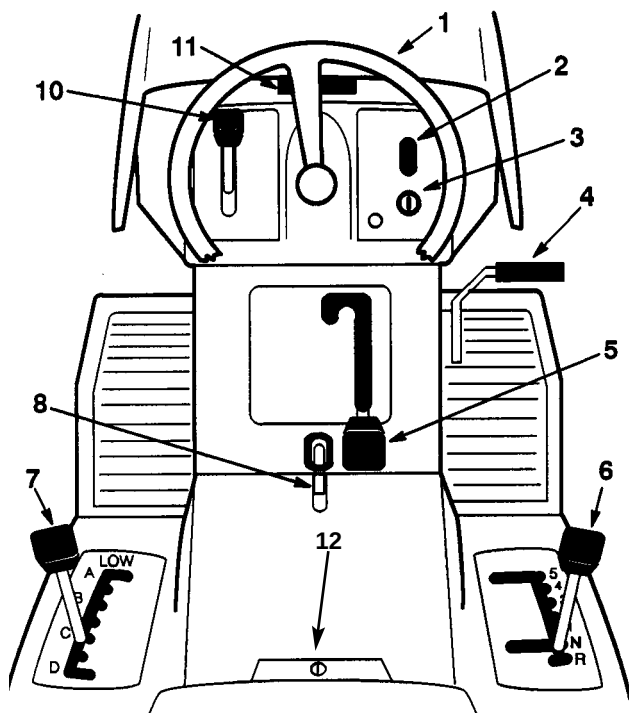

Fig. 1
Inden man starter motoren og tager maskinen i brug, skal man gøre sig fortrolig med alle betjeningsanordningerne (fig. 1).
Forlygter er ekstraudstyr på visse modeller. Man tænder og slukker for forlygterne med en "TÆND/SLUK" (ON/OFF) kontakt (fig. 1), der er monteret på instrumentbrættet. Lygterne lyser kun, når motoren er i gang og kontakten står på "TÆND" (ON).